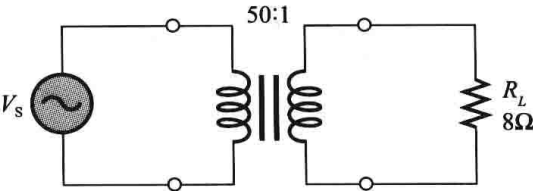

图 14-50
20. 图 14-50 中反映到一次电路绕组的电阻是多少？
21. 在图 14-50 中，如果电源电压的有效值为 120V，试问一次电流的有效值是多少？
43. 在图 14-50 中, 假设变压器是理想的, 若一次电压 120V 时一次电流限制在 3mA, 试问匝数比必须是多少?